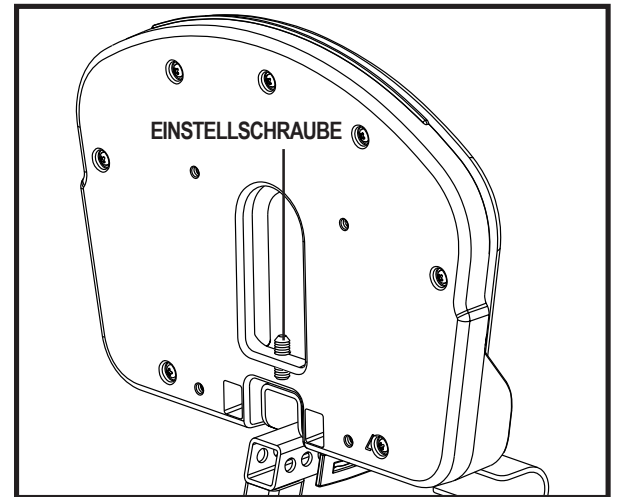

Abb. 17. Unterseite der Fußstütze
1. Schwenken Sie die Fußstütze hoch, um an die Einstellschraube zu gelangen. Siehe Abb. 17.